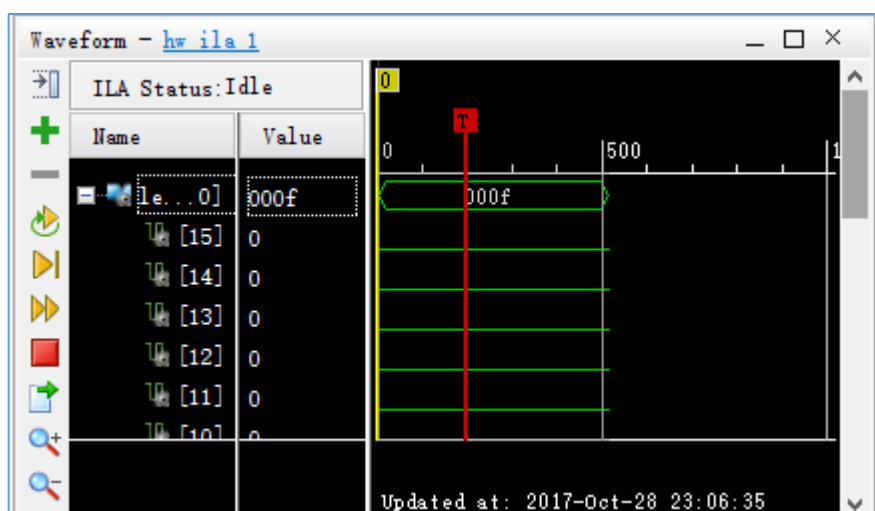

图 4.144 Status 窗口
6. 观察结果。在“Hardware”窗口选中“hw_ila_1”，然后点击上方的“Run Trigger”按钮。如图 4.144 所示，在“Status”窗口可观察到状态由“Idle”跳转到“Waiting for Trigger”。当状态跳转到“Full”后回到“Idle”状态，此时将波形图中红色竖线标注出了触发的时刻。